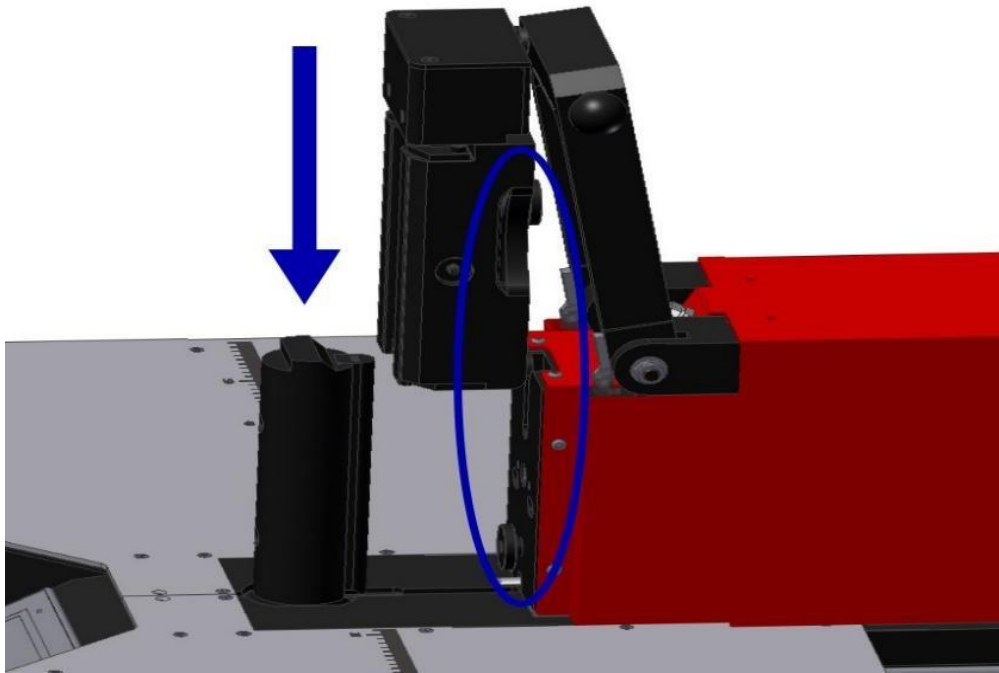
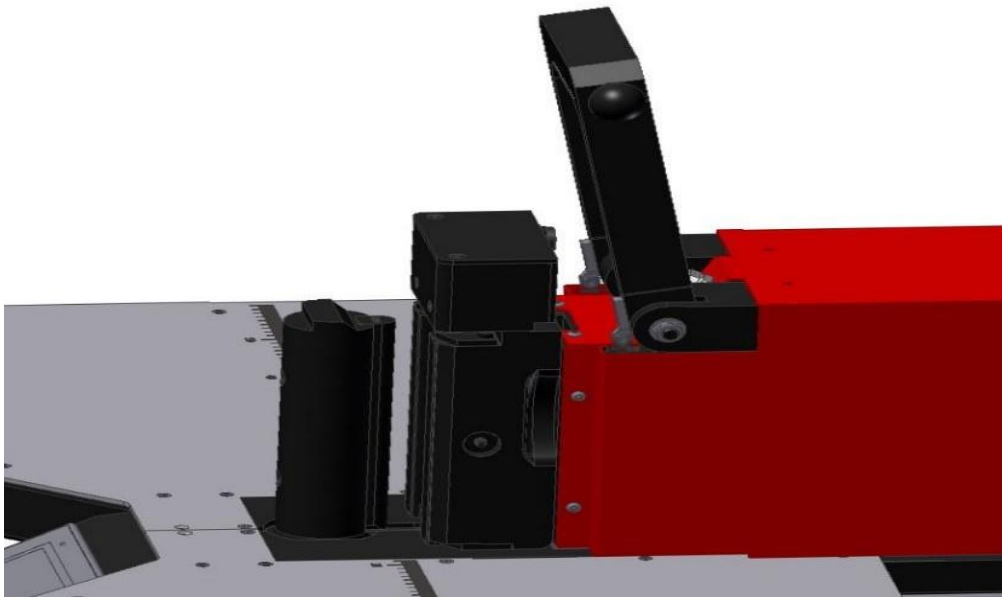

Рис. 31
Рис. 32
- Встановіть вставку для гнуття, використовуючи направляючі елементи (рис. 31) (рис. 32).